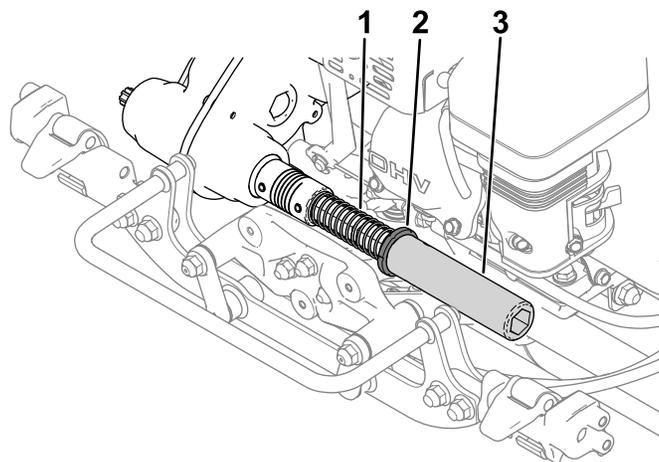

図 9
2. トランスミッションカップラのシャフトに、スプリング、カラー、六角チューブを取り付ける **図 9**。